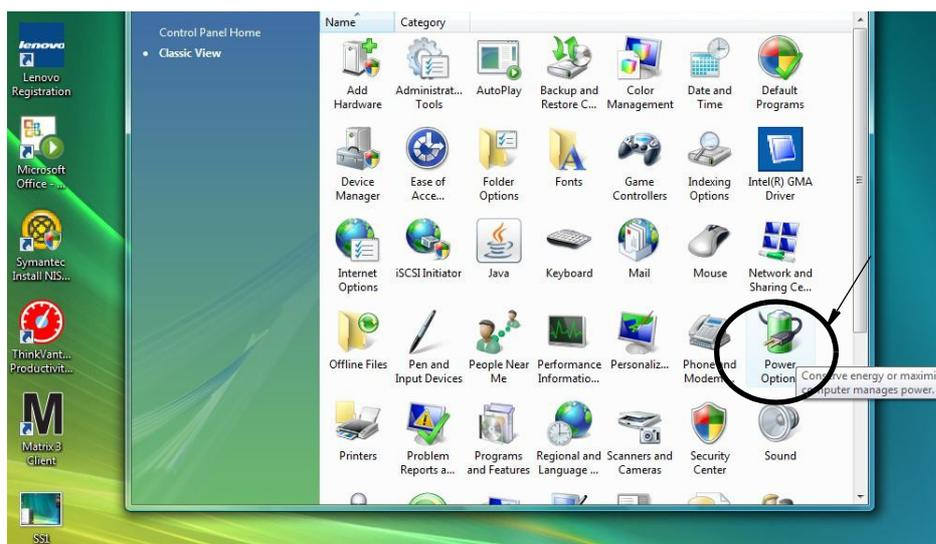

ABB. 33
2. Wählen Sie das Symbol „Energieoptionen“ (ABB. 33).